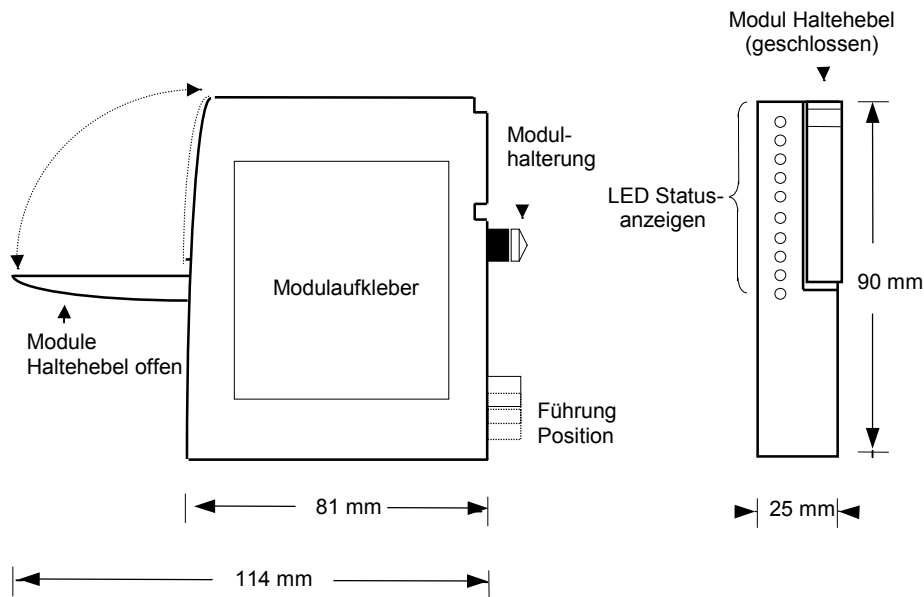

Abbildung 3-6: Modulansicht
1. Ziehen Sie den Modul Haltehebel nach vorne (Abbildung 3-6)